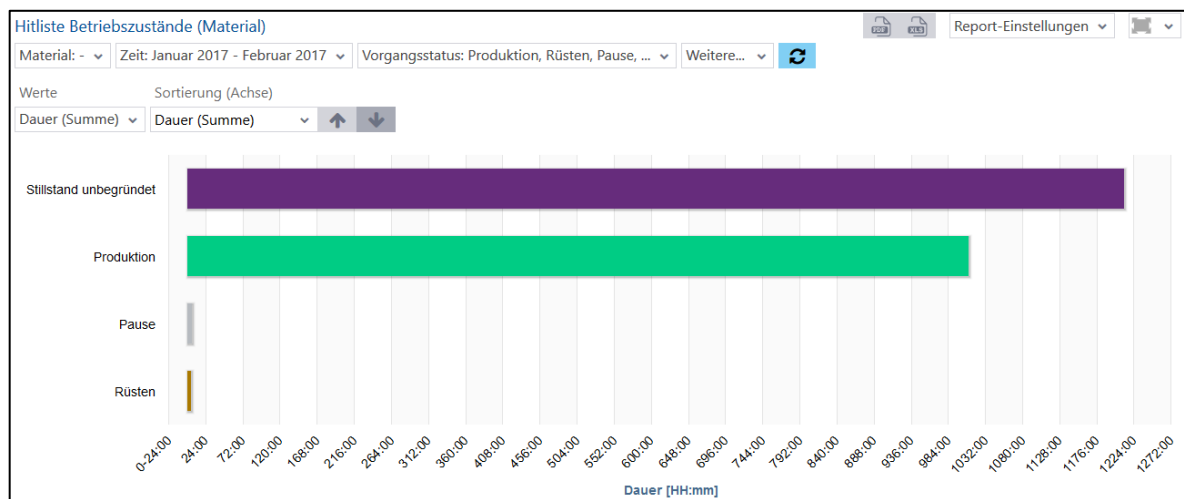

Bild 71: Hitliste Betriebszustände (Material) als Balkendiagramm
- Hitliste Betriebszustände (Material) als Balkendiagramm (Bild 71):